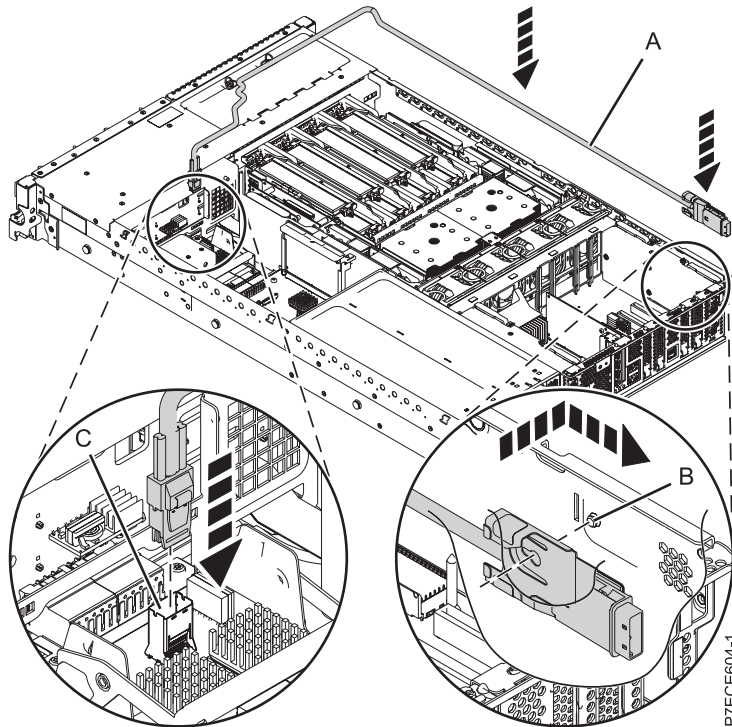

Figure 29. Remplacement du câble SAS
3. Branchez le connecteur mini-SAS du câble SAS au port de connexion SAS interne (C) sur l'interposeur de stockage et appuyez jusqu'à ce qu'il s'enclenche. Pour plus d'informations, voir figure 29, à la page 51.
4. Faites passer le câble (A) devant le boîtier d'extension de mémoire, dans la gouttière le long de la paroi latérale jusqu'à ce que le connecteur de port SAS se trouve à proximité de l'ouverture situées à l'arrière du châssis.
5. Alignez l'encoche du support du connecteur de port SAS (B) sur la broche de guidage à l'intérieur du boîtier. Puis, glissez le connecteur de port SAS dans l'ouverture à l'arrière du châssis jusqu'à ce que le taquet du support s'enclenche.